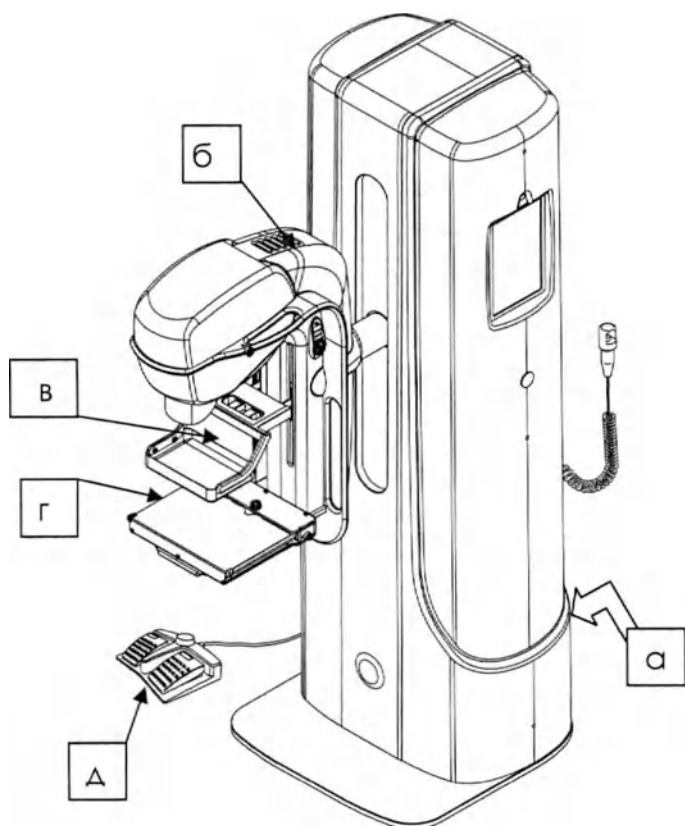

Рисунок 4.2 - Схема расположения
1.4.6 Узлы и комплектующие маммографа, могут маркироваться на внешней, боковой, тыльной стороне изделия, в местах доступных для их легкой идентификации (Рисунок 4.1 в, Рисунок 4.2 в, Рисунок 4.3 ж).
1.4.7 Маркировка стойки-штатива располагается на задней нижней стороне аппарата (Рисунок 4.1 а, Рисунок 4.2 а). Маркировка ширмы рентгенозащитной располагается на ее передней нижней части (Рисунок 4.3 е, Рисунок 4.4 е).
1.4.8 Маркировка блоков, не доступных после полной сборки, произведена на внешних кожухах закрывающих данные блоки. (Рисунок 4.1 б, г, Рисунок 4.2 б, г)